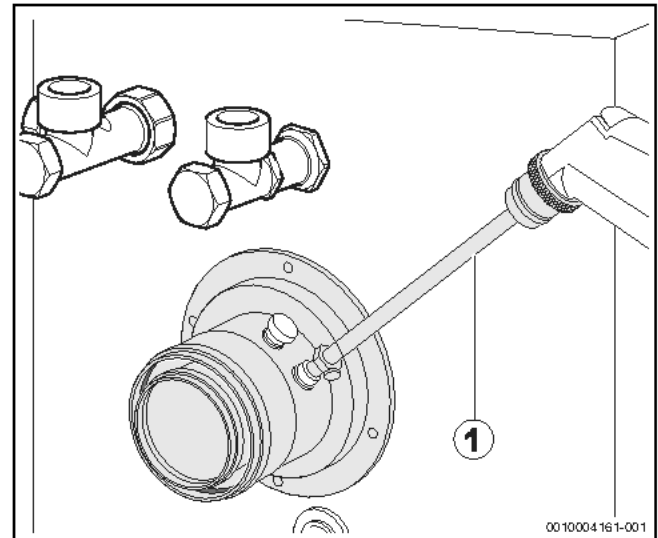

Bild 57 Messwerte aufnehmen
- Messfühler durch die Messöffnung (→ Bild 57, Seite 31) im Abgasrohr in den Kernstrom halten und CO₂-Gehalt kontrollieren.